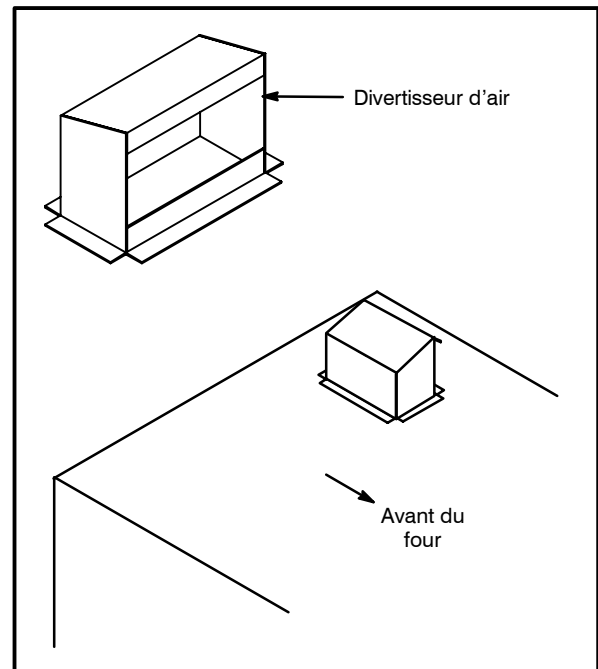

Figure 7
1. Placer le déviateur au-dessus du connecteur de cheminée avec la partie ouverte tournée vers côté droit du four. Voir Figure 7.